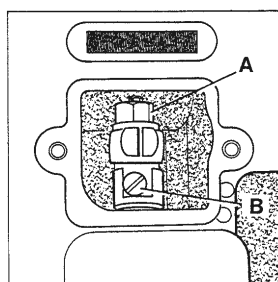

Fig. 12
To change the stitch length, remove the cover plate located below the serial number of the machine. Loosen lock nut (A, Fig. 12) and turn stitch length adjusting screw (B) clockwise to shorten stitch or counterclockwise to lengthen it. After adjustment, retighten lock nut (A) and replace the cover plate.
Para variar el largo de la puntada hay que remover la tapa debajo del serial de la maquina. Soltar la tuerca (A, Fig. 12) y girar tornillo (B) hacia la derecha para acortar la puntada y hacia la izquierda para agrandar la puntada. Después hay que apretar la tuerca (A) otra vez y cerrar la tapa.